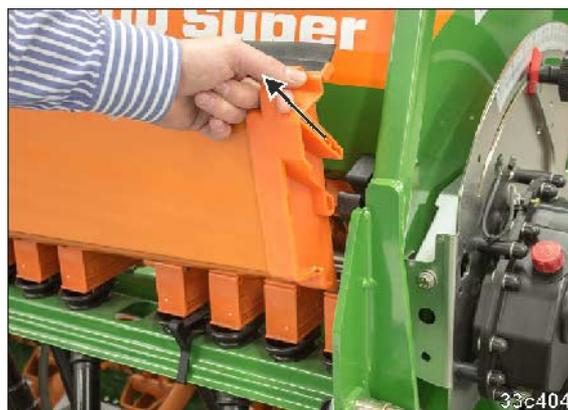

Fig. 221
1. Sacar hacia arriba las cubetas de calibración (Fig. 221) desde el soporte.